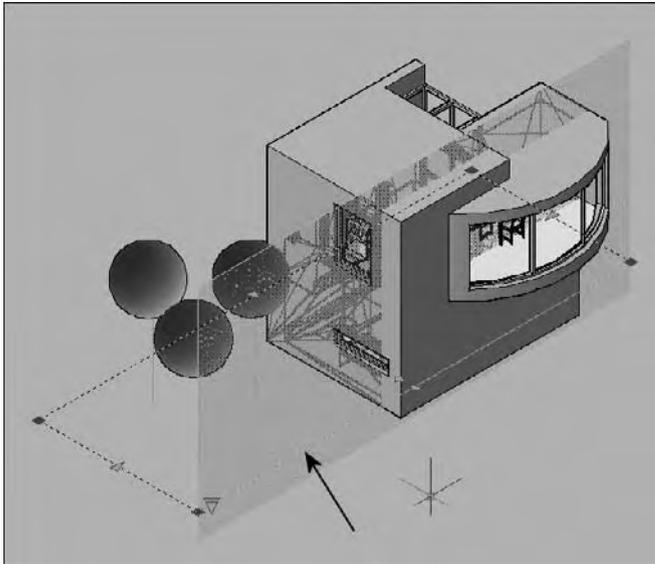

Fig.8.16
- 1 Sélectionnez l'objet de coupe. Cliquez avec le bouton droit de la souris sur la ligne de coupe, puis choisissez **Générer une coupe 2D/3D** (Generate 2D/3D section) (fig.8.16).